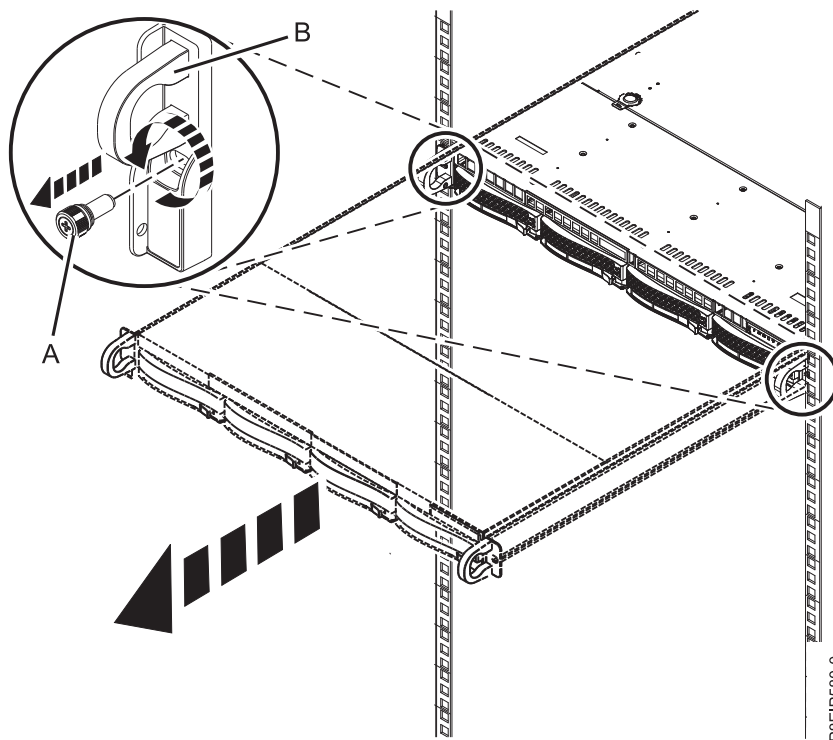

図 84. 前面のねじの取り外しとラックからのシステムの取り外し
2. システムの両側から、システムをラックに固定している前面のねじを取り外します (図 84 を参照)。